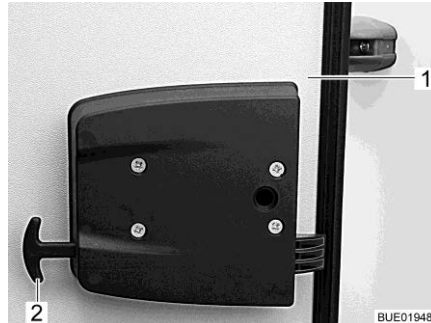

Bild 73 Notentriegelung Garagenklappe
- An beiden Griffen der Notentriegelung (Bild 73,2) ziehen.
- Garagenklappe (Bild 73,1) nach außen drücken.